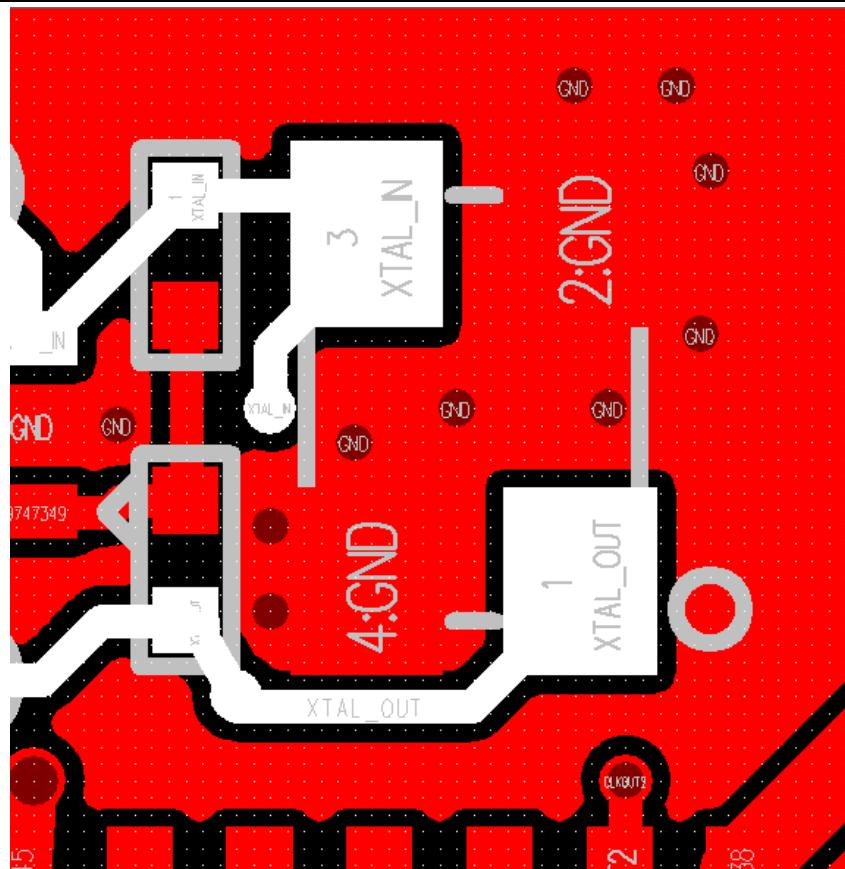

图23-12
- 晶体下方保持完整的地，不要有其他信号走线，晶体引脚要有足够的地过孔，如图23-12；